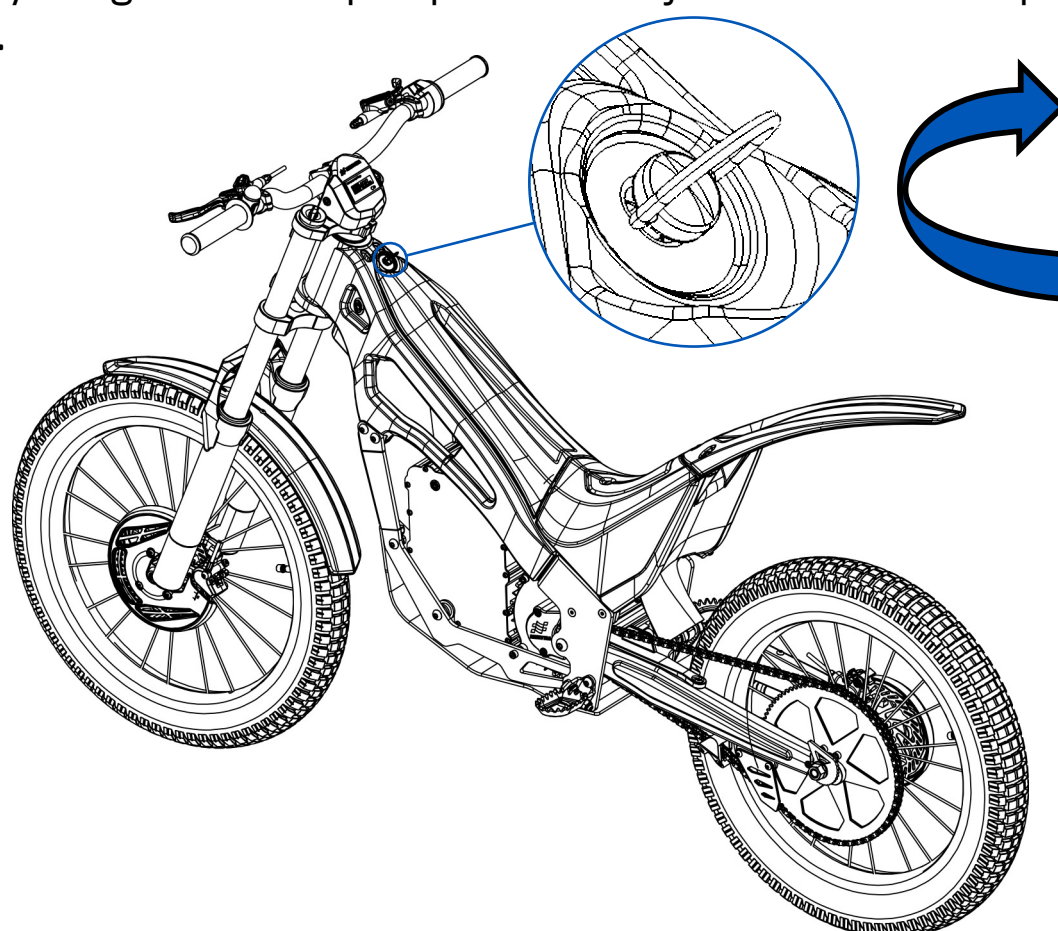

Fig. 33
- 7- Finalmente, debe girar media vuelta hacia la derecha el tornillo rápido (Fig. 33) y asegurarse de que quede bien fijada la carcasa superior en el bastidor.